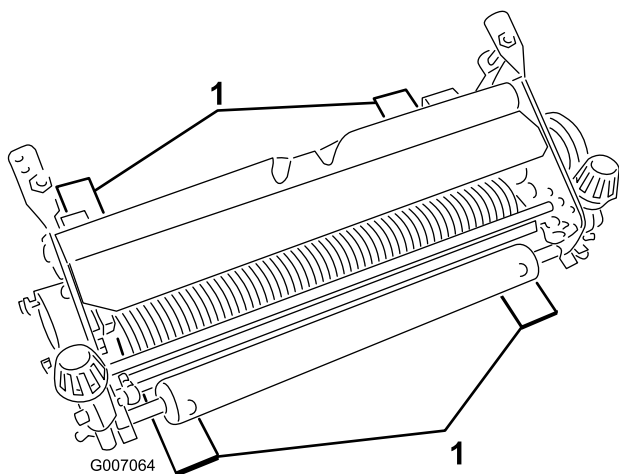

Figura 3
2. Coloque (4) barras indicadoras, que têm a profundidade desejada de penetração da lâmina abaixo do solo, debaixo do rolo dianteiro e das rodas traseiras da unidade de escarificação (Figura 3).